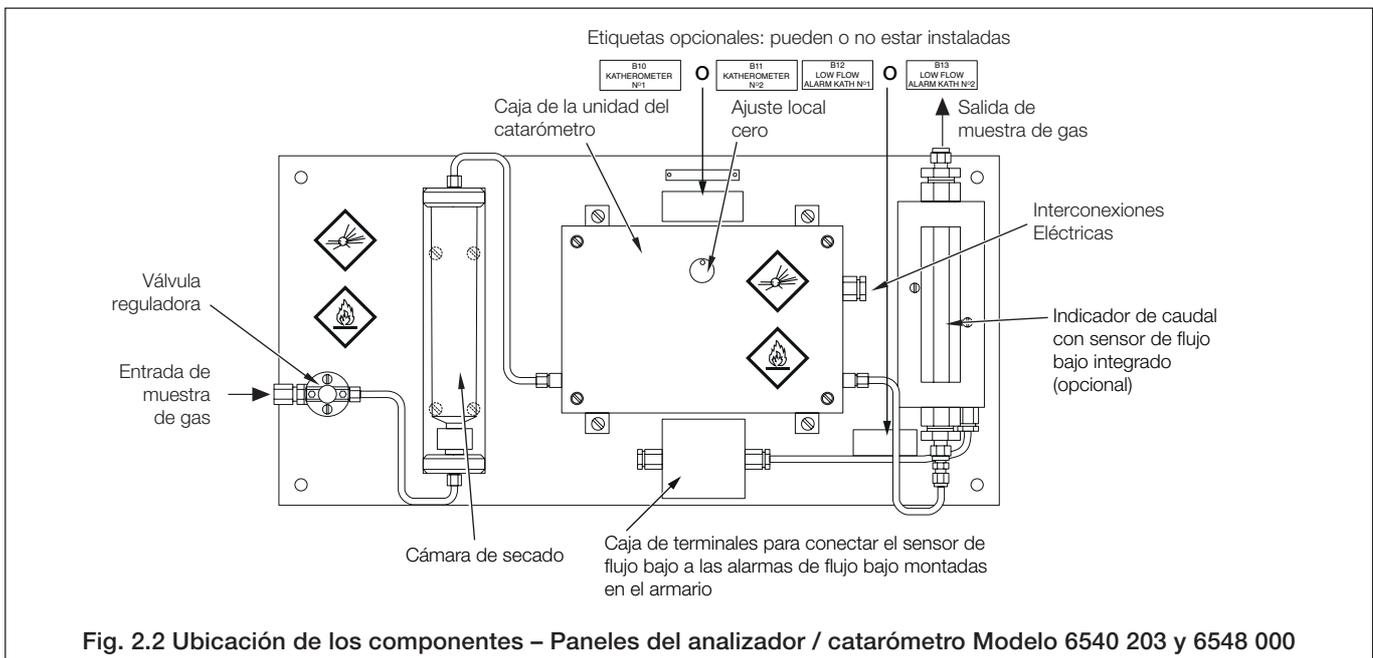

Fig. 2.2 Ubicación de los componentes – Paneles del analizador / catarómetro Modelo 6540 203 y 6548 000
2.2 Panel de analizador / catarómetro Modelo 006540203 ó 006548000 (Fig. 2.2)